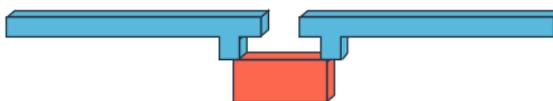

图11 震膜和壳体存在腔体（避免）
- 3) 声音路径内不要存在任何空腔，对于紧贴面壳安装方式，震膜和壳体内壁不要有缝隙，不允许出现如图11的安装方式；